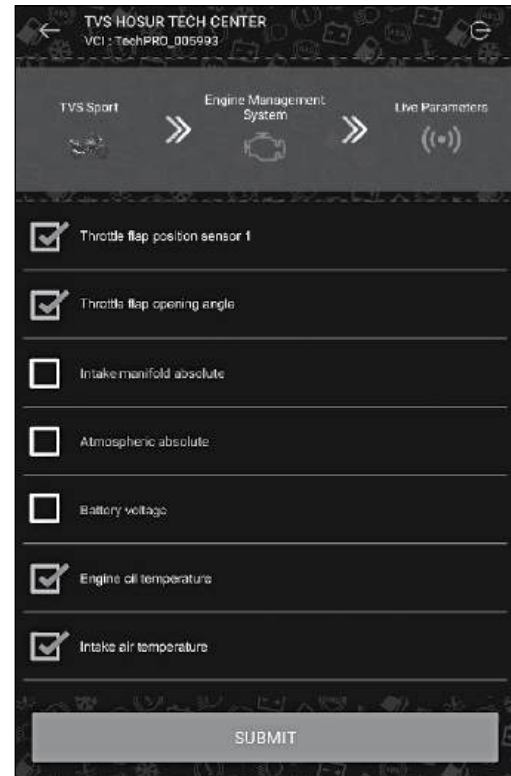

Fig. 7.17
- Ao pressionar a visualização de gráfico, o aplicativo exibe uma lista de verificação, na qual quatro itens podem ser selecionados e enviados. (Fig. 7.17)